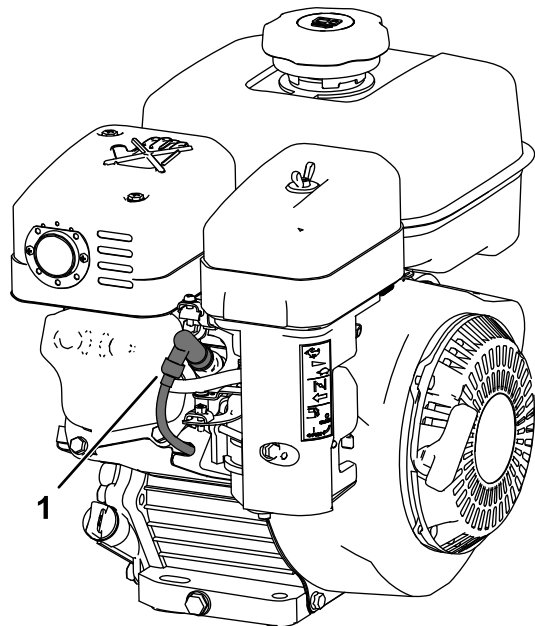

Figura 56
6. Desconecte el cable de la bujía (Figura 56).